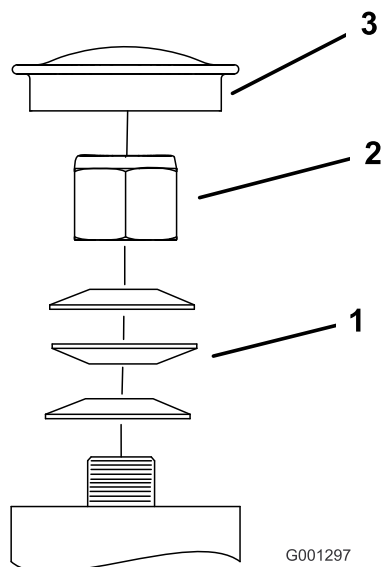
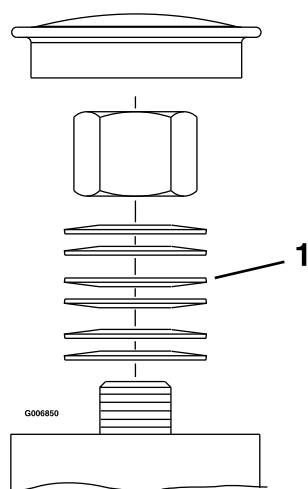

Figure 52
Figure 53
3. Retirez le capuchon antipoussière de la roue pivotante et serrez le contre-écrou (Figure 52 et Figure 53).
4. Continuez de serrer le contre-écrou jusqu'à ce que les rondelles élastiques soient aplaties, puis desserrez-le de 1/4 de tour pour obtenir la précharge correcte des roulements (Figure 52 et Figure 53).
Important: Veillez à placer les rondelles élastiques comme montré à la Figure 52 et à la Figure 53.